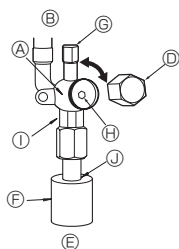

Fig. 4-5
(1) Lado do Gás/Líquido (Fig. 4-5)
- ① Retire a tampa e rode a válvula para a esquerda o máximo que puder com uma chave sextavada de 4 mm. Pare de rodar quando esta alcançar o batente. (Ø9,52: Aproximadamente 10 rotações)
- ② Certifique-se de que a válvula de paragem esteja completamente aberta, empurre a alavanca e gire a cápsula de volta à sua posição original.